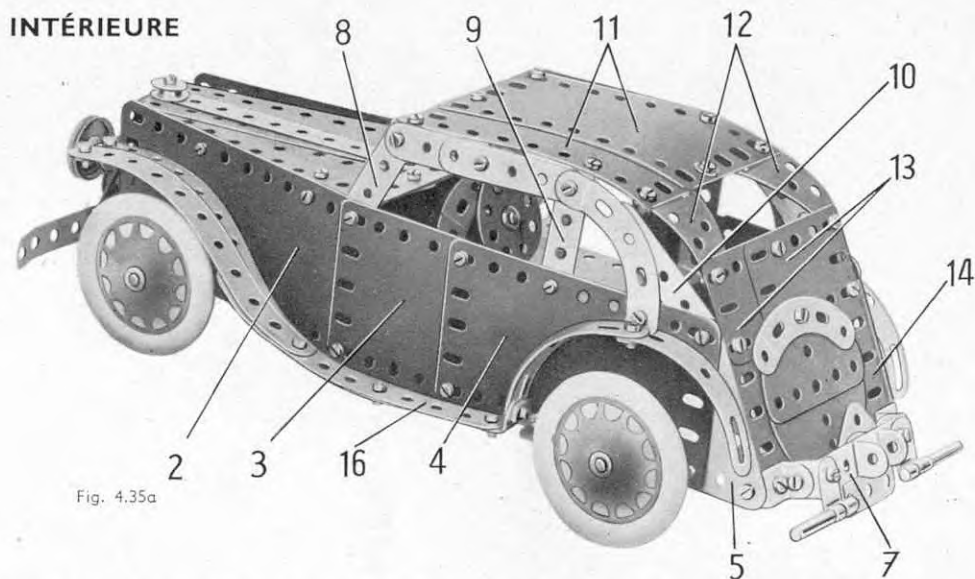
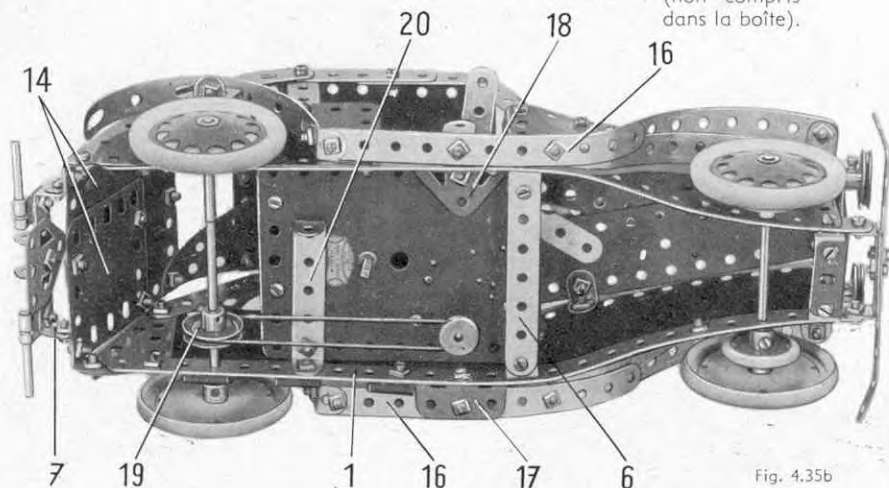

Fig. 4.35a
Fig. 4.35b
Le châssis de la voiture est formé de deux bandes de 25 trous (1) incurvées comme le montre la figure 4.35b. Un des côtés est constitué par une plaque flexible de 14×6 cm. (2), une plaque flexible de 6×6 cm. (3), une moitié de plaque à charnière (4) et une plaque flexible triangulaire de 6×4 cm. (5) (fig. 4.35a).
L'essieu avant est une tringle de 10 cm. qui est tenue dans la carrosserie comme le montre la figure 4.35b. L'essieu arrière est constitué par une tringle de 10 cm. et une de 2,5 cm. réunies par un raccord de tringles, et il porte une poulie de 25 mm. (19). Un moteur N° 1A est boulonné sur la bande (6), et sur une bande coudée 60×12 mm. (20) fixée au châssis. Une poulie de 12 mm. fixée sur l'arbre d'entraînement du moteur entraîne la poulie (19) grâce à une courroie de transmission. La poulie de 12 mm. à moyeu est fournie avec le moteur mécanique N° 1A.